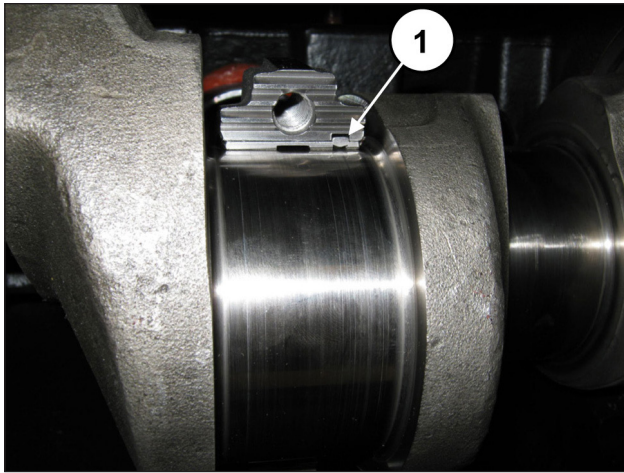

Fig. 68
Para uma montagem correta dos semi-rolamentos, verifique se a lingueta de referência dos semi-rolamentos está posicionada na compartimento apropriado na semi-biela (pos. ①, Fig. 68).